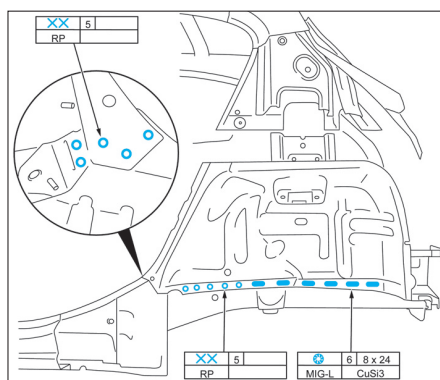

FIG. 113
- Souder le passage de roue interne arrière (Fig.113).